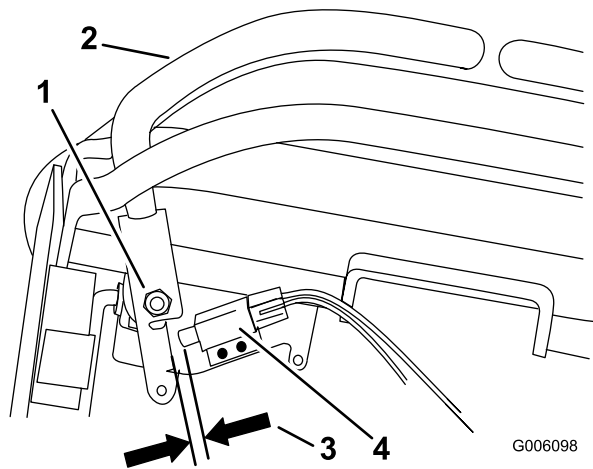

Figura 51
10. Compruebe la distancia entre la palanca de control y el interruptor, según se muestra en Figura 51. Debe ser de 1/8 pulgada (3 mm).